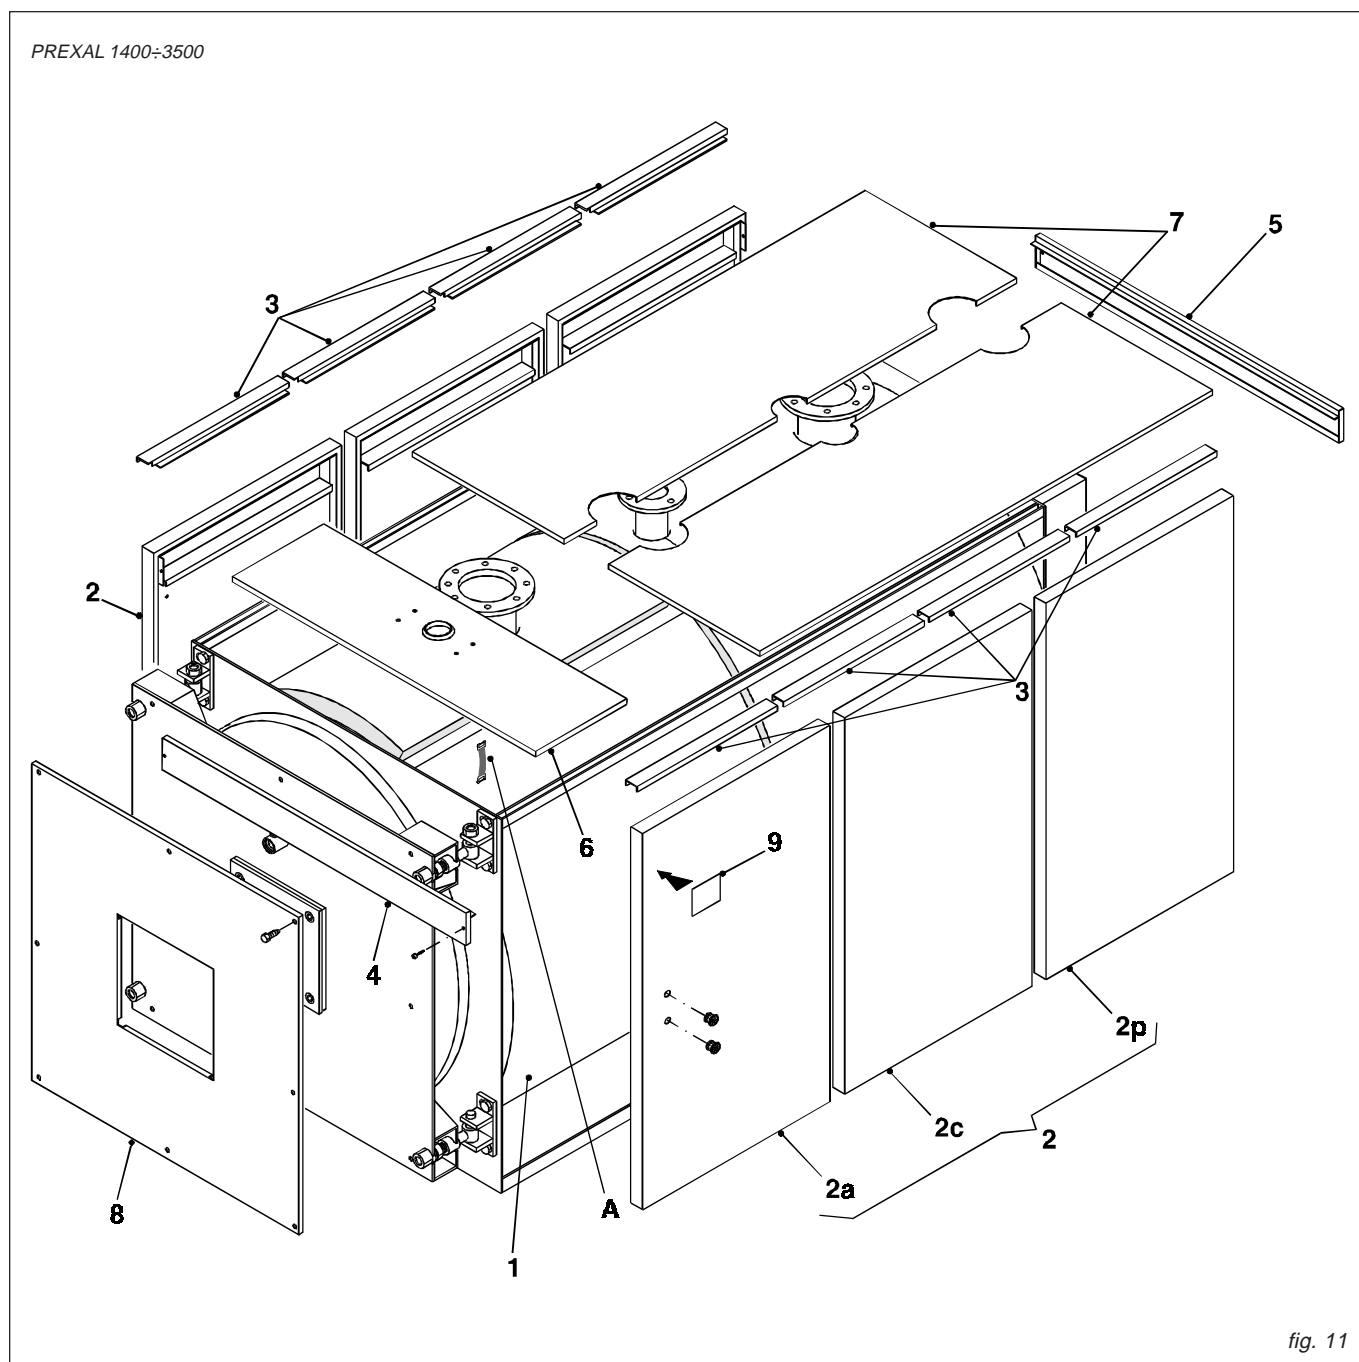

fig. 11
- G) Mettre en place les panneaux de jaquette supérieurs (pos. 9 et 10) et les fixer au moyen du renfort (pos. 11) et des vis de fixation (pos. 12).
- H) Mettre en place le panneau arrière inférieur (pos. 13).
- I) Fixer la plaque signalétique de la chaudière (pos. 14) sur le panneau latéral droit avec les vis fournies à cet effet (la plaque se trouve dans la pochette des documents à l'intérieur du corps de chauffe).
**N.B.** Pour les modèles **P1400** (fig. 11), l'habillage et le manteau isolant de la chaudière sont livrés dans un carton marqué:
**Séquences de montage de la jaquette pour les modèles P 1400 à P 3500 (fig. 11)**